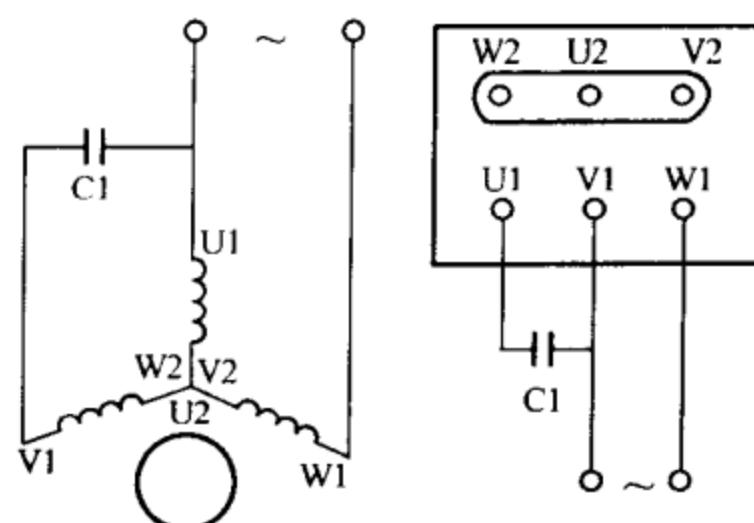
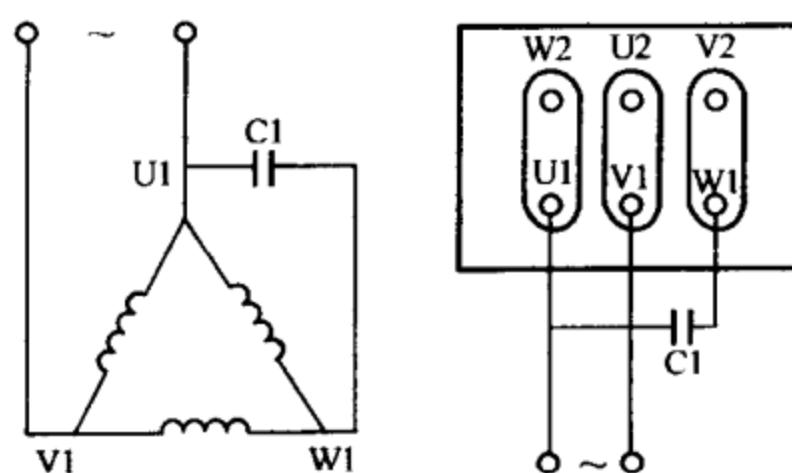
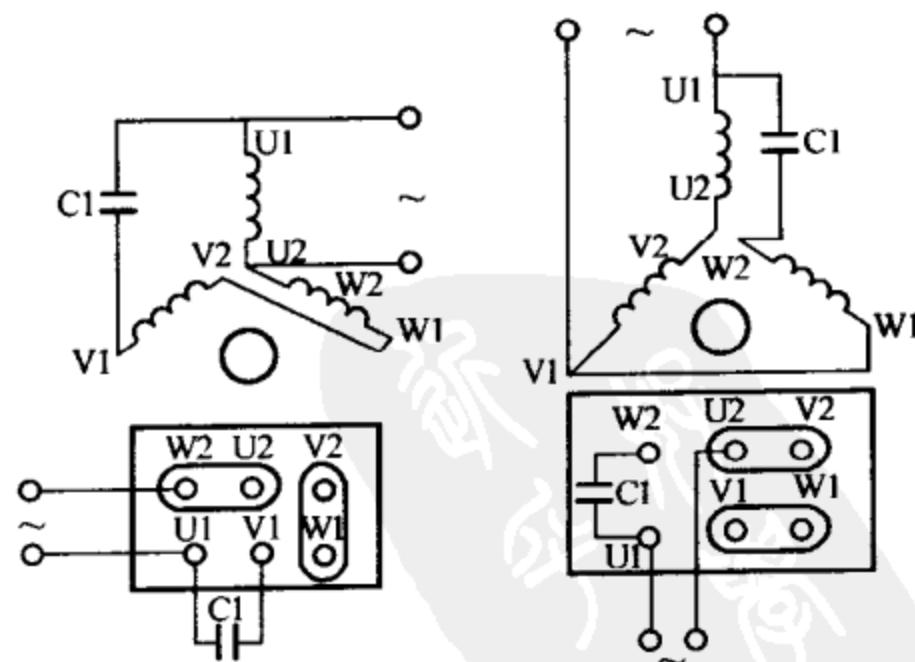
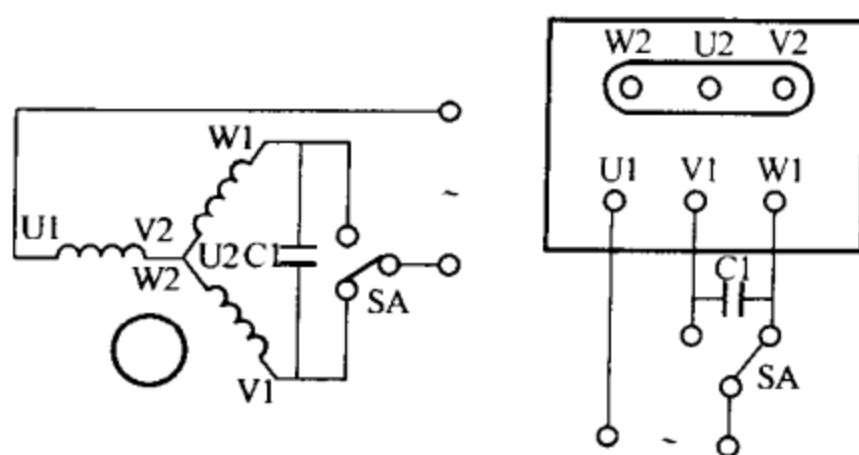

图 2-21 Y 接法的连接方式示意图
图 2-22 △接法的电机连接方式示意图
图 2-23 六端接线方式示意图
图 2-24 正反向旋转的可逆连接方式示意图
三相异步电动机接用单相电源的连接方式如下：①三端头接线方式：三相异步电动机 Y 接法时的连接方式如图 2-21 所示，三相异步电机机△接法时的连接方式如图 2-22 所示；②六端头接线方式如图 2-23 所示；③电动机正反向旋转的可逆连接方式如图 2-24 所示。